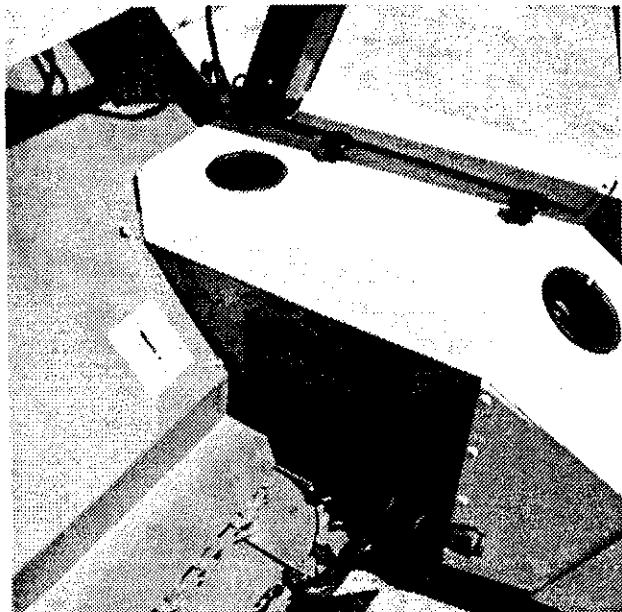

Abb. 52
1. Keilriemen vom Einzugsgetriebe abnehmen damit der gesicherte Einzug still steht. MC 16 B mit halber Motordrehzahl antreiben. Die Schleifscheiben mittels Handrad durch die Öffnungen im Schutzblech vorsichtig an das Messerrad herandrehen. (siehe Abb. 52) Dabei soll sich die Schleifscheibe drehen um ein gleichmäßiges Abnutzen zu gewährleisten.